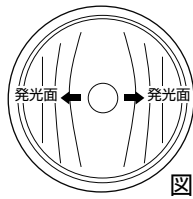

図1
1. 付属バルブをフォグランプに装着の場合、図1、2の様にLED発行面がリフレクターのカットに合せセンターに配置されるよう装着してください。LED発光面がずれていると本来の明るさやカットオフラインが乱れる場合があります。フォグランプ装着時には、図1、2を参考にし光軸調整を行ってください。